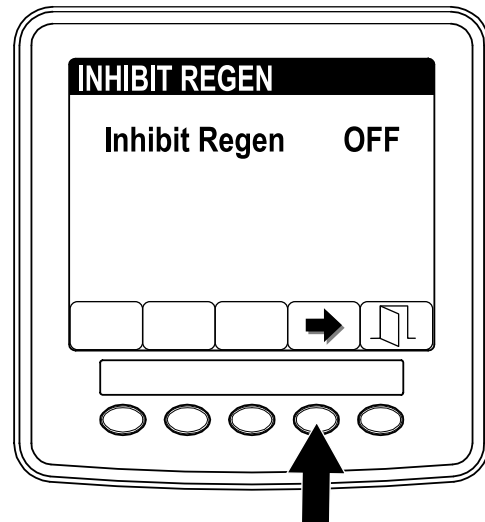

Figura 42
3. Pulse el botón 4 para cambiar el ajuste de inhibición de regeneración de Activado a Desactivado (Figura 42) o viceversa.